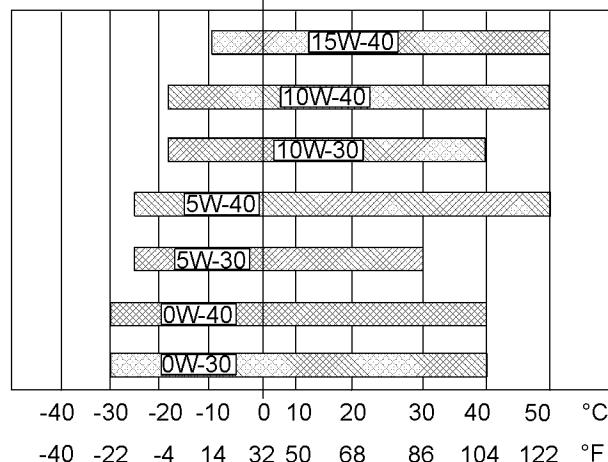

图 38
请参阅图 38 (最低温度) 以确定发动机冷起动时所需要的机油粘度。
请参阅图 38 (最高温度) 以选择发动机在预期的最高环境温度下运行时所需要的机油粘度。
- 参见相应的“润滑油粘度”。为找到适合您的发动机的机油粘度等级，请参阅图 38。